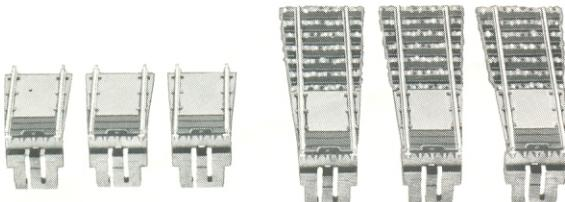
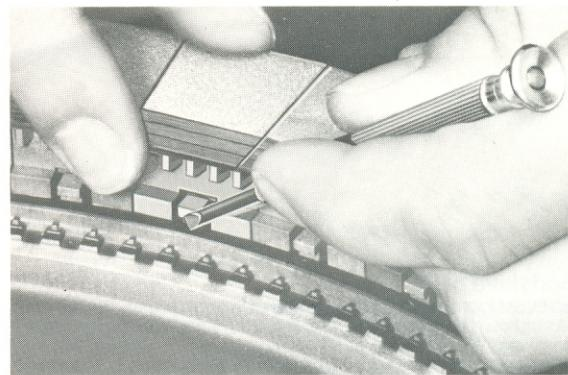

Fig. 7
Fig. 8
Läuft die Drehbühne auch nach Betätigung des Handhebels nicht an, muß sie ausgebaut werden. Dazu wird mit einem kleinen Schraubenzieher die mittlere Gitterabdeckung zwischen den Schienen der Bühne abgehoben und der Sicherungsring am Drehzapfen entfernt. Vorsicht! Sicherungsring nicht verlieren! Auf jeder Seite der Drehscheibe werden mindestens 6 gegenüberliegende Teilstücke entfernt (siehe Fig. 8). Jetzt kann die Bühne in diesen Ausschnitt gefahren und herausgehoben werden.
**Extensions:** With the Extensions Set 6153 the turntable can be extended to cope with three rail connections (Fig. 7). The turntable should be placed away from the area of the installed parts. The cover plates are now pulled up by pushing back the spring switch-tongues (Fig. 8), and stuck in the approach track. Every approach track is to be set up opposite a blind section or another approach track.
**Dismantling the table:** Should the turntable not operate by moving the lever, it will be necessary to dismantle the table. Using a small screwdriver, gently lift the small coverplate in the centre of the table between the two rails and spring off the circlip on the central pivot (Fig. 13). Be careful not to lose the circlip! On each side of the platform take off 6 opposing components (Fig. 8). Now the platform can be removed. The contact points and springs round the central pivot should be cleaned with a cleanser. To put the table back together simply reverse the procedure. In the unfortunate instance that the turntable should still not function, please return it to your local dealer or to your supplier or direct to the **FLEISCHMANN** Technical Centre.
**Agrandissements:** Les possibilités de la plaque tournante peuvent être augmentées en lui adjointant un ou plusieurs sets complémentaires 6153. Chacun d'eux fournit ainsi 3 voies d'accès de plus (fig. 7). Il faut d'abord orienter le pont tournant vers des secteurs autres que ceux qu'on veut modifier. On soulève ensuite les secteurs modifier en appuyant sur les lamelles de fixation (fig. 8); puis on les remplace par des rails d'accès. Il faut veiller à ce que, en face de chacun de ceux-ci se trouve soit un autre rail d'accès, soit une butte d'arrêt.
**Démontage du pont tournant:** Si après avoir appuyé sur le levier comme il est dit ci-dessus, le pont ne tourne pas encore, il faudrait démonter le pont. Pour cela il faut soulever au moyen d'un petit tournevis la tôle se trouvant entre les rails au centre du pont. Ensuite on enlève l'anneau de fixation (fig. 13). Attention! Veiller à ne pas perdre l'anneau de fixation! De chaque côté de la plaque tournante on démonte au moins 6 secteurs se faisant face (voir fig. 8). Les contacts circulaires et les lamelles de prise de courant doivent être nettoyés à l'essence. Le remontage se fait en sens inverse.
**Uitbreiding:** Met de uitbreidingsset 6153 kan de draaischijf met telkens 3 ralaansluitingen uitgebreid worden (Fig. 7). De draaischijf is buiten het bereik van de in te bouwen deelstukken te brengen. Nu kunnen de afdekplaten door het terugdrukken van de verende tongen (Fig. 8) naar boven eruit getrokken worden en op de oprailrails geplaatst worden. Elke oprailrail is tegenover een stoetblok of weer op een oprailrail te plaatsen.
**Demontering van de draaibrug:** Loopt de draaischijf ook na gebruik van de hefboom niet, dan moet deze gedemonteerd worden. Daarvoor wordt een kleine schroevendraaier het middelste rooster tussen de rails en de draaibrug weggenomen en de borgring van de draaipalen weggenomen (fig. 13). Voorzichtig! Borgring niet verliezen! Op elke zijde van de draaischijf worden minstens 6 tegenoverliggende delen verwijderd (fig. 8). Nu kan de brug in deze uitvoering geplaatst en eruit genomen worden. De kontakten naast de draaipalen en de veerkontakten moeten met benzine gereinigd worden. De inbouw van de draaischijf geschiedt in tegenovergestelde richting. Kan men de draaischijf zelf niet herstellen dan moet men deze door de **FLEISCHMANN** dealer laten repareren.
**Utökning:** Med kompletteringsset 6153 kan vändskivan byggas ut med ytterligare 3 spåranslutningar (fig. 7).
Vridbryggan flyttas från området med delstycket där anslutningsspåret skall byggas in. Nu tas täckplattorna bort genom att trycka tillbaks de fjädrande tungorna (fig. 8) och dra uppåt och påfartsspåren sätts fast. Varje påfartsspår sätts mittemot en blindsökel eller ett påfartsspår.
**Ampliamento:** L'impiego della piattaforma può venire ampliato di tre raccordi di binari per ogni set complementare 6153 (fig. 7). Per prima cosa il ponte girevole è da orientarsi verso i settori non interessati all'ampliamento. Si levano poi i lamierini di copertura dei settori da modificare premendo all'indietro le lamelle di fissaggio (fig. 8), sostituendoli infine con binari di accesso. A fronte di ogni binario di accesso è da montarsi un traversone di arresto oppure un altro binario di accesso.
**Demontaggio della piattaforma:** Se anche con detta manovra il ponte non gira, bisognerà allora smontarlo. Con un piccolo cacciavite svitare la piastrina striata che si trova tra i binari del ponte, togliendo pure la ranella di tenuta al perno (fig. 13). Si farà attenzione a che non vada perso tale anello. Da ogni parte della piattaforma si smontino almeno sei settori frontalii (fig. 8).